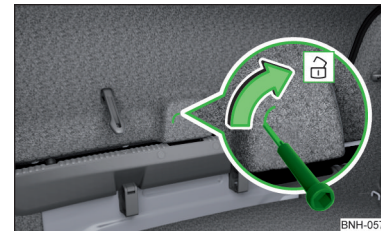

Abb. 173
- In die Aussparung in der Klappenverkleidung » Abb. 173 einen Schraubendreher oder ein ähnliches Werkzeug bis zum Anschlag einführen.